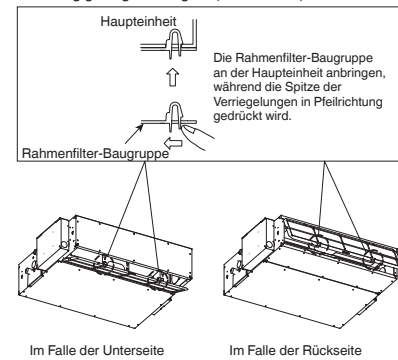

Abb. 3-57-3
- (3) Die Rahmenfilter-Baugruppe (mitgeliefert) wie in der Abbildung gezeigt anbringen. (Abb. 3-57-3)